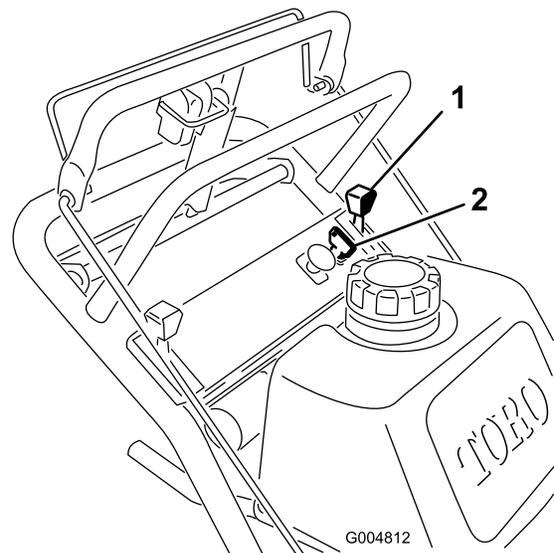

Figura 8
1. Portate la leva dell'acceleratore in posizione Slow (Figura 8).
3. Girate la chiave di accensione in posizione Off (Figura 8).